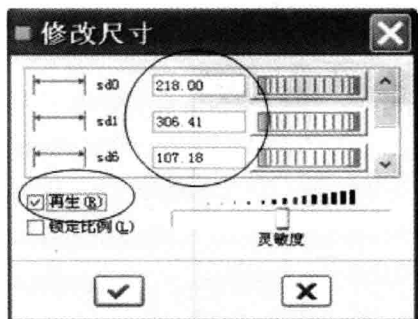
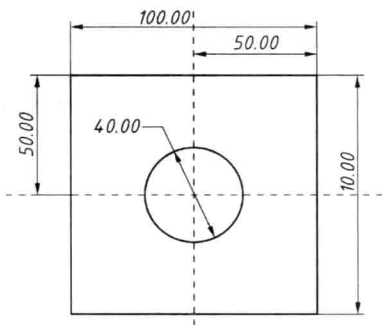

图 1-11
图 1-12
(3) 修改尺寸 按住鼠标左键，框选所有的尺寸 → 单击工具栏图标按钮  → 弹出如图 1-11 所示的“修改尺寸”对话框，取消“再生”复选框的勾选 → 依次在各尺寸文本框输入新的数值(正方形尺寸为 100×100 , 对称布置, 圆孔直径为 $\phi 40$) → 单击对话框中  按钮，图形按新尺寸自动生成，结果如图 1-12 所示。